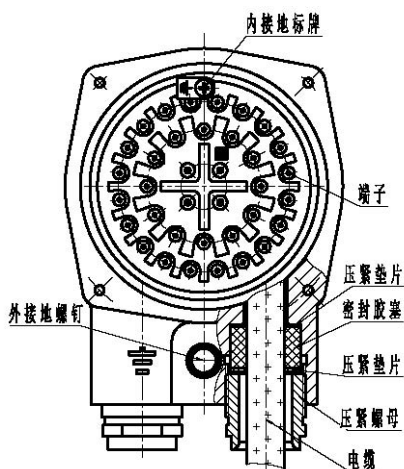

图 3
- ◆ 接线腔下面有二个电缆进线口,分别用于控制电缆、动力电缆及内接地线。电缆的进线结构如图 3 所示,该结构的作用是电缆穿过进线孔后,用橡胶制的“密封胶塞”密封,通过“压紧螺母”压缩“密封胶塞”,把电缆进线孔封住,使接线腔与外界隔离,以保证产品的防爆性能。